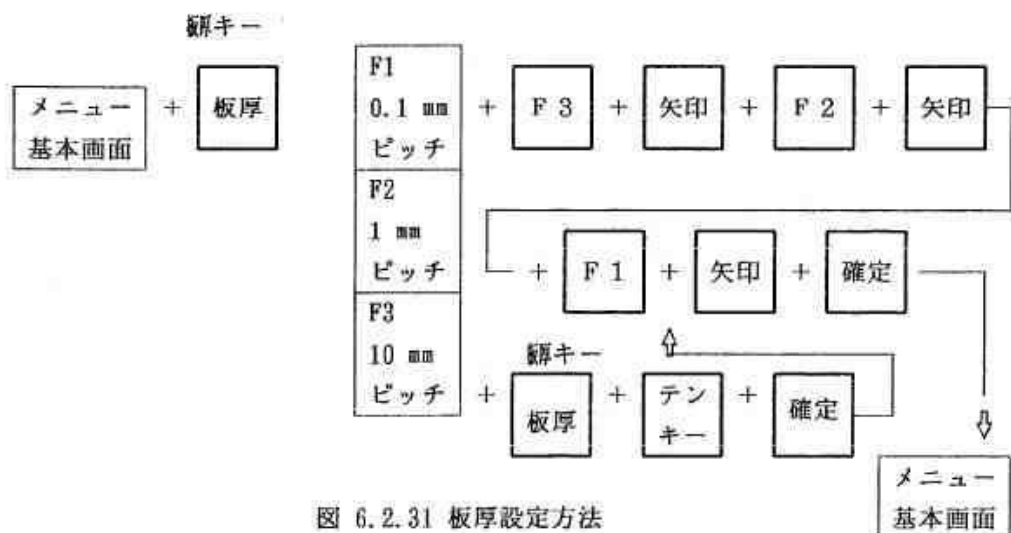

図 6.2.31 板厚設定方法
- ① 機能キー【板厚】を1回押します。メニューエリアに図 6.2.31 に示したように選択メニューを表示させます。
- ② 矢印キーで、板厚値を入力する場合は、図 6.2.31 のように、先ず選択キー【F3】で10 mm ピッチを選択し、矢印キーで所定の数値を入力し、次に選択キー【F2】で1mm ピッチを選択し、矢印キーで所定の数値を入力し、最後に、選択キー【F1】で0.1 mmピッチを選択し所定の数値を入力して下さい。